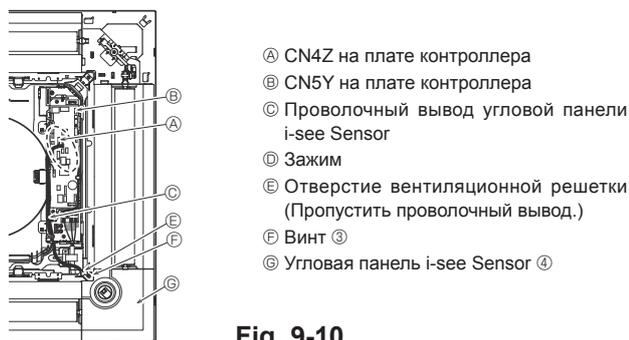

Fig. 9-10
9.4.6. Установка угловой панели i-see Sensor (Fig. 9-10)
- Проложите разъем проволочного вывода (белого цвета, 4 полюсный и белого цвета, 5 полюсный) угловой панели i-see Sensor (G) со стороны распределительного щита на главном приборе и подсоедините разъем CN4Z и CN5Y на плате контроллера.